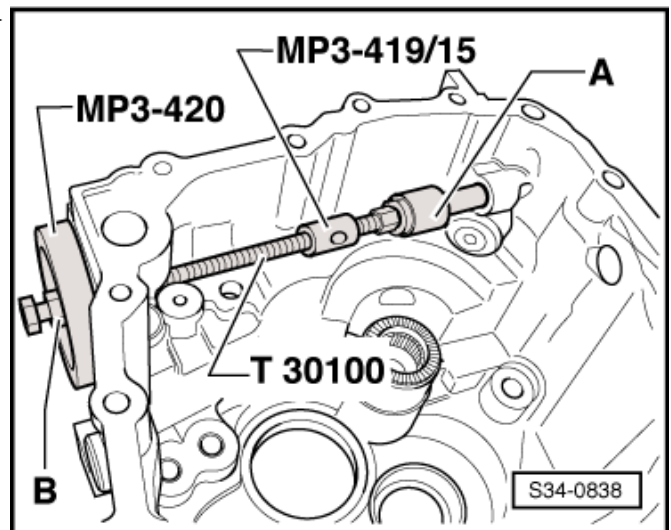

Abb. 16: Lagerbuchse -A- für Schaltwelle bis Werkzeuganschlag eintreiben ►
- ☐ eintreiben ⇒ Abb. 16 in **34-7** Seite 7